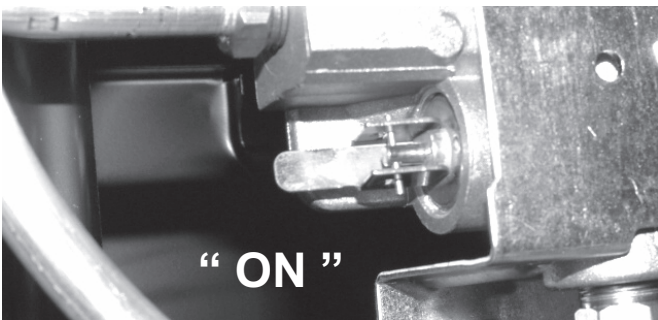

Fig. 4f
- Asegúrese de que la válvula de cierre de servicio en el regulador de presión esté en la posición "ON" (abierto)** (vea la fig. 4f).